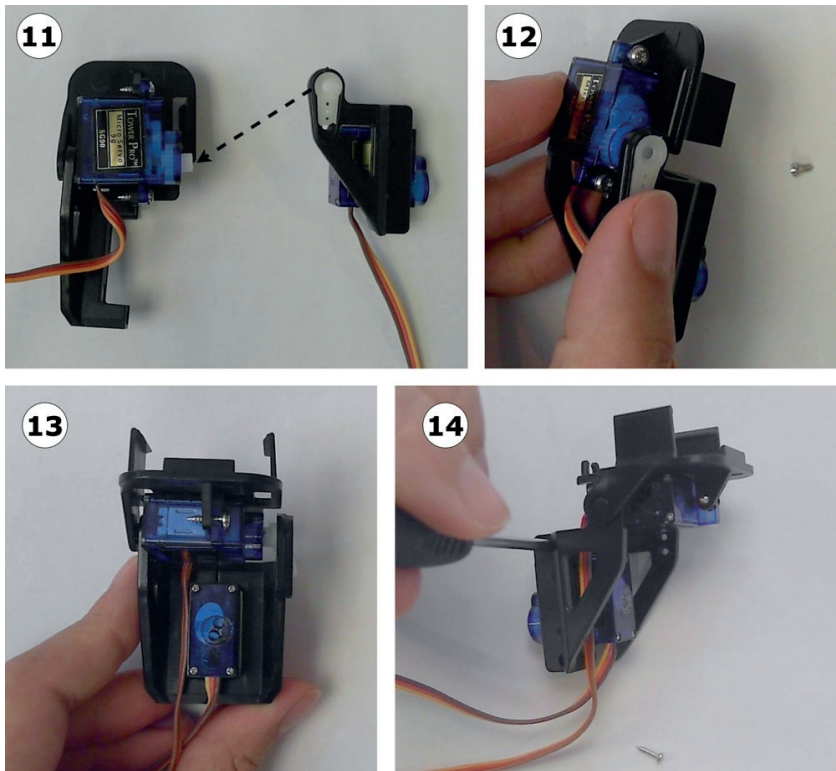

**Рис. 10.13.** Сборка правой части
Для этого обратитесь к рис. 10.13 и выполните следующие шаги.
1. Для правой части вам понадобится еще одна качалка, на этот раз только с фланцем и одним прямым рычагом. Как показано на рис. 10.13, качалку сервопривода необходимо обрезать, чтобы она входила в выемку на правой части. Прикрутите качалку винтом M2. Она должна находиться в передней части механизма.